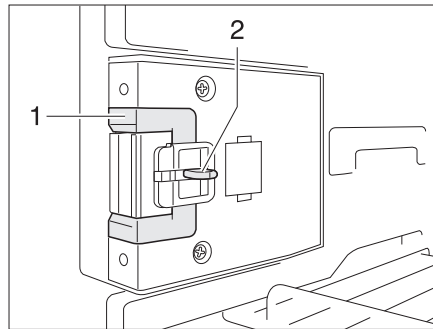
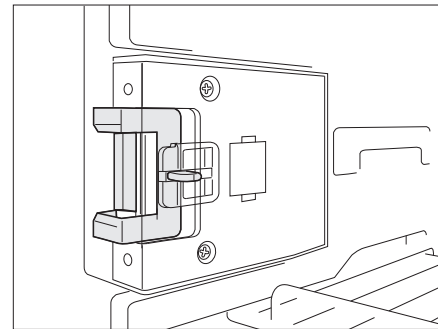

Fig. 252 Dispositif de fermeture en position normale
Fig. 253 Dispositif de fermeture en position de ventilation
- Presser le bouton de déverrouillage (Fig. 252,2).
- Pousser le dispositif de fermeture (Fig. 252,1) vers l'avant (Fig. 253).